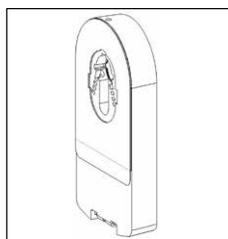

Fig. 3
3. A concha traseira com a fita adesiva deve agora parecer-se com a imagem (fig. 3).